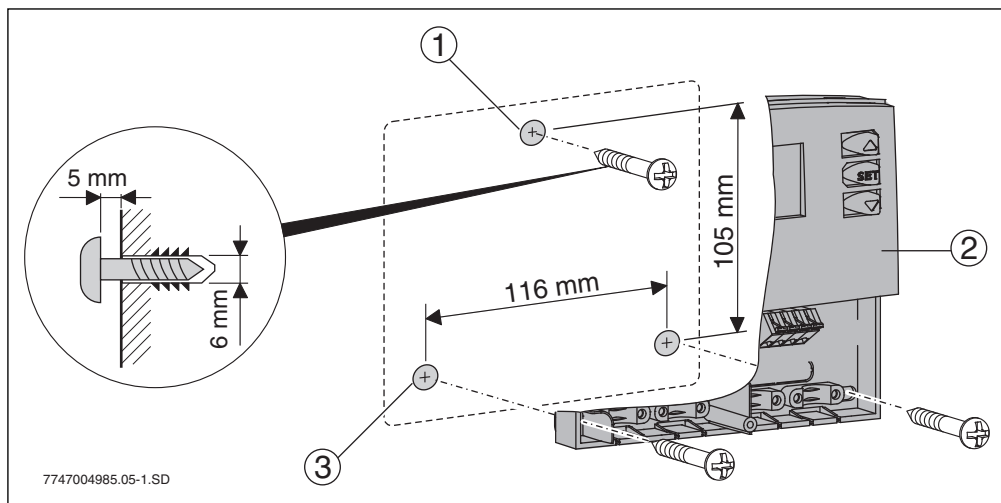

Fig. 5 Instalação do controlador na parede
- Perfurar o orifício superior de fixação (→ fig. 5, pos. 1) e aparafusar o parafuso fornecido até 5 mm. Soltar o parafuso sob o controlador e retirar a tampa. Suspender o controlador no entalhe da caixa. Marcar o orifício inferior de fixação (→ fig. 5, pos. 2), perfurar o orifício e colocar a bucha. Alinhar o controlador e aparafusar bem nos orifícios de fixação inferiores à esquerda e à direita.